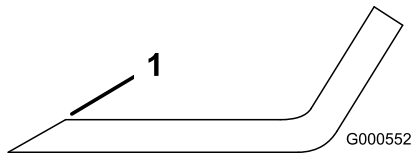
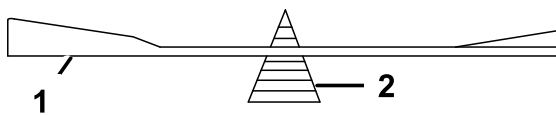

Figura 48
Figura 49
1. Utilice una lima para afilar el filo de corte en ambos extremos de la cuchilla (Figura 48). Mantenga el ángulo original. La cuchilla permanece equilibrada si se retira la misma cantidad de material de ambos bordes de corte.
2. Verifique el equilibrio de la cuchilla colocándola sobre un equilibrador de cuchillas (Figura 49). Si la cuchilla se mantiene horizontal, está equilibrada y puede utilizarse. Si la cuchilla no está equilibrada, rebaje algo del metal en la parte de la vela solamente (Figura 48). Repita este procedimiento hasta que la cuchilla esté equilibrada.